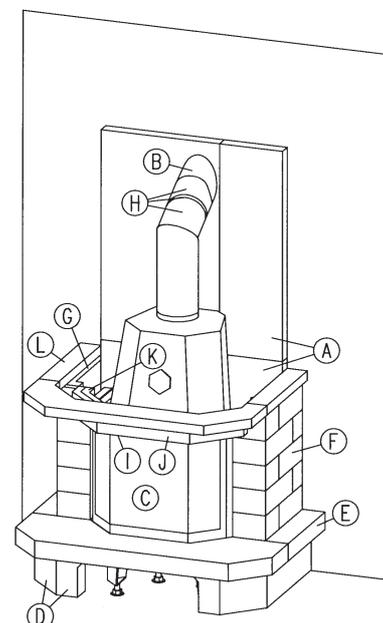

Abb. 9
- 13.1 Verkleben Sie den Obersims mit dem Sturz und den Seitenteilen. Dazu spritzen Sie eine dünne Wulst Spezialsilikon auf die Oberseiten von Sturz und Seitenteilen. Achten Sie bei dem Auflegen des Obersimses auf einen allseitigen gleichmäßigen Überstand. **(Abb. 9)**